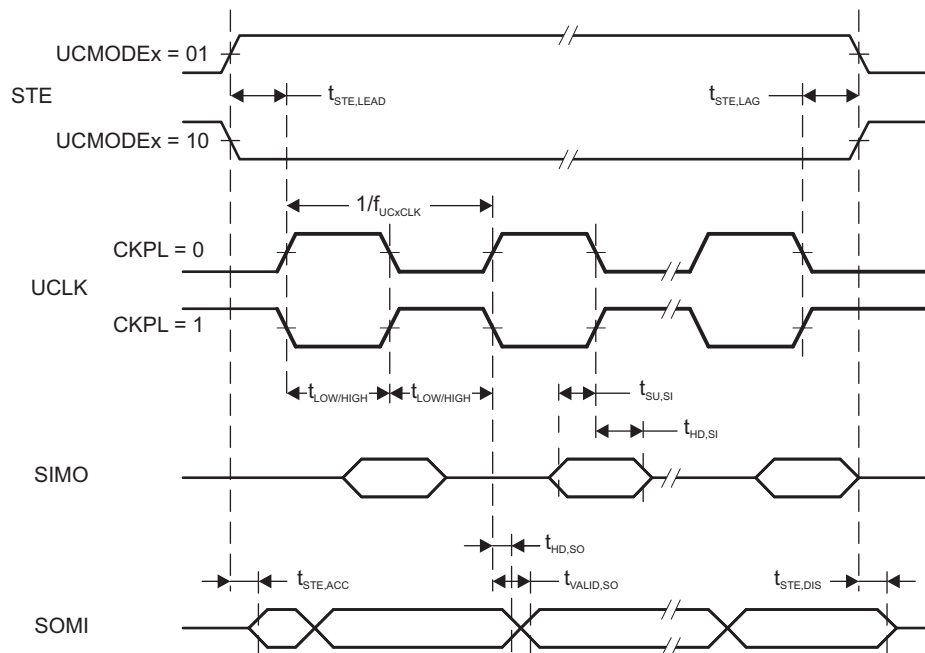
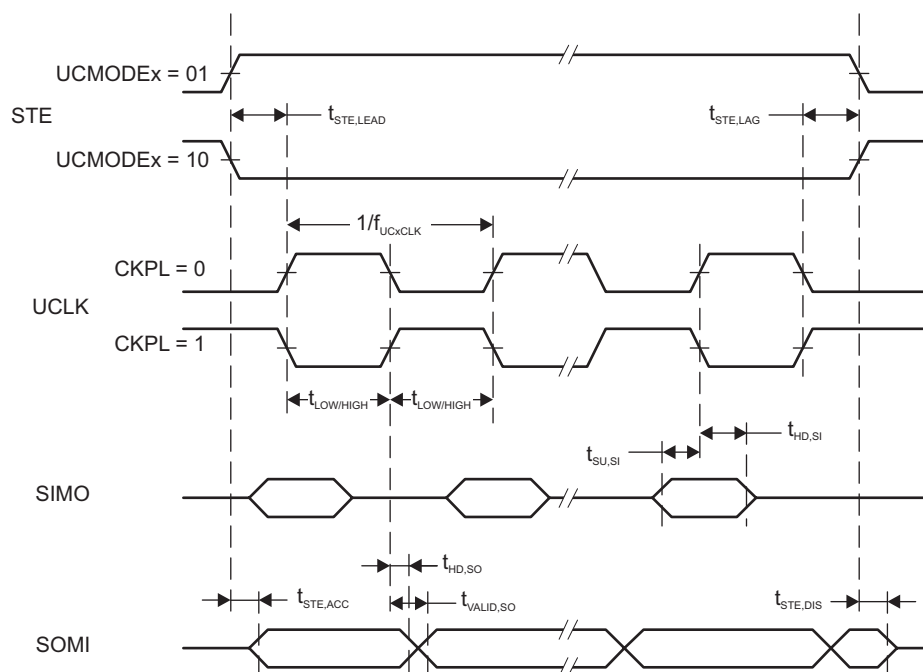

Figure 5-71. SPI Slave Mode, CKPH = 0
Figure 5-72. SPI Slave Mode, CKPH = 1
(2) 指定输出更改UCLK时钟沿后, 将下一个有效数据驱动到SOMI输出的时间。请参见图5-71和图5-72中的时序图。
(3) 指定输出改变UCLK时钟沿后SOMI输出上的数据有效的的时间。请参见图5-71和图5-72中的时序图。